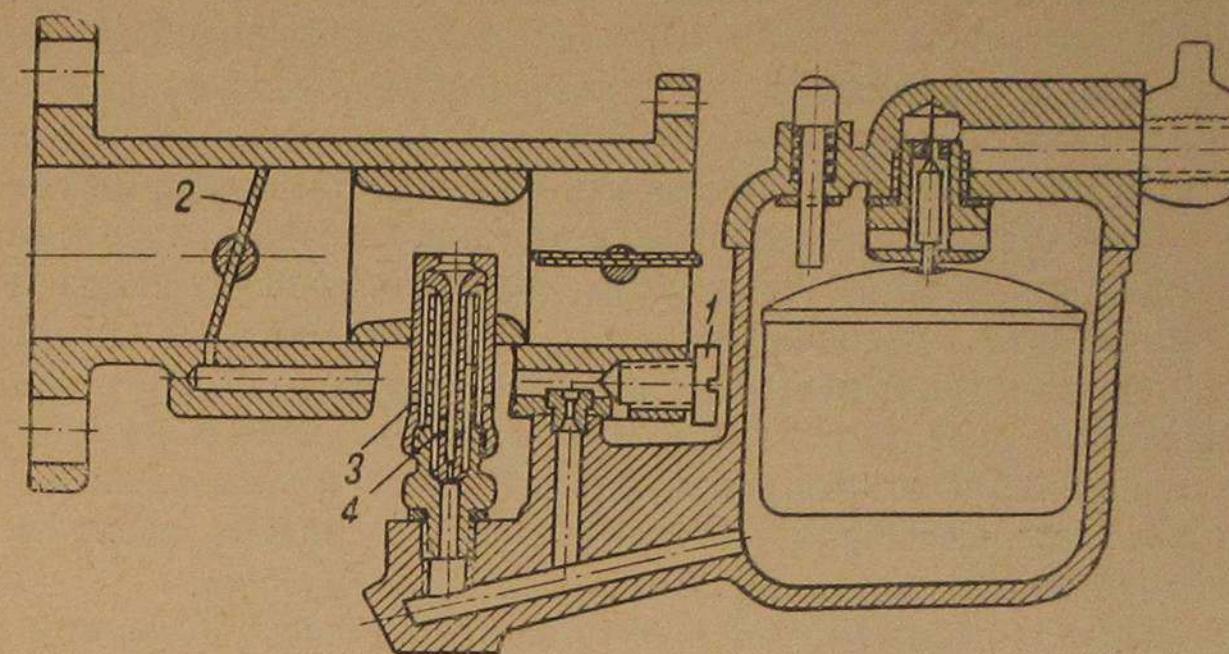

Рис. 34. Схема карбюратора „Солекс-2“:
- 3) завернуть винт 1 регулировки качества смеси доотказа (рис. 34);